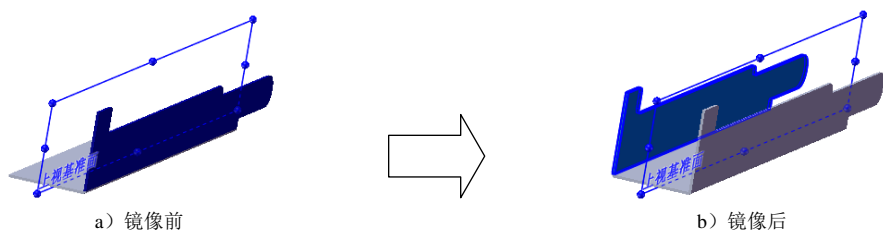

图 12.5.9 镜像 1
Step5. 创建图 12.5.9 所示的镜像 1。
- (1) 选择命令。选择下拉菜单 **插入(I)** → **阵列/镜向(E)** → **镜向(M)...** 命令。
- (2) 定义镜像基准面。选取上视基准面作为镜像基准面。
- (3) 定义镜像对象。选择边线法兰 1 和薄片 1 作为镜像 1 的对象。
- (4) 单击  按钮，完成镜像 1 的创建。